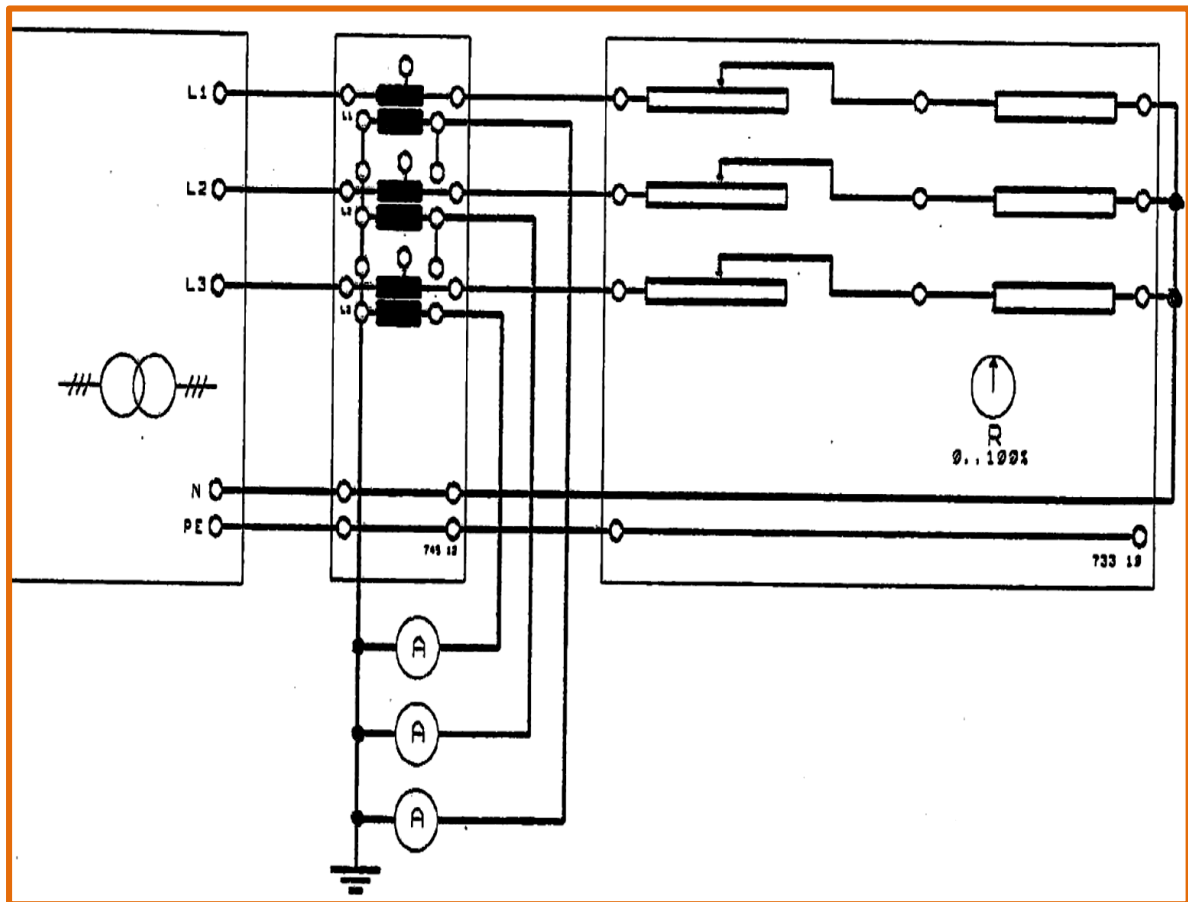

Figure 6.15. Circuit de mesure des courants secondaires d'un système triphasé
- ☞ Réaliser le montage de la figure 6.15.
Sur le même montage de la **figure 6.15.** et pour créer un système non équilibré. On branche la résistance de charge de TP ( Cat . N°.745.15) en parallèle avec résistance une individuelle de charge du conducteur **L1**,